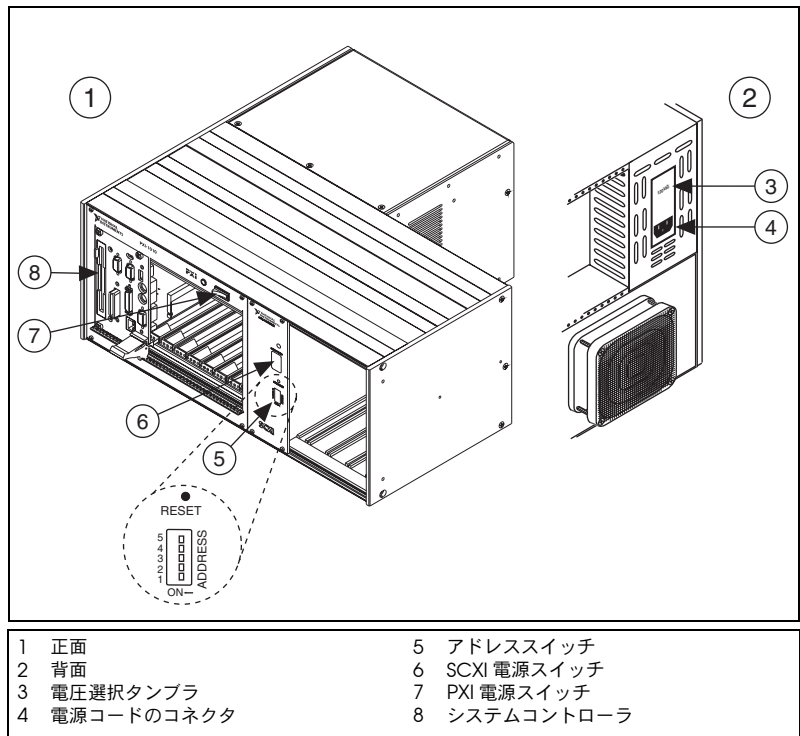

図 4 PXI/SCXI コンボシャーシセットアップ
2. SCXI アドレススイッチを OFF にしてください。図 4 では、スイッチはすべて OFF の位置にあります。